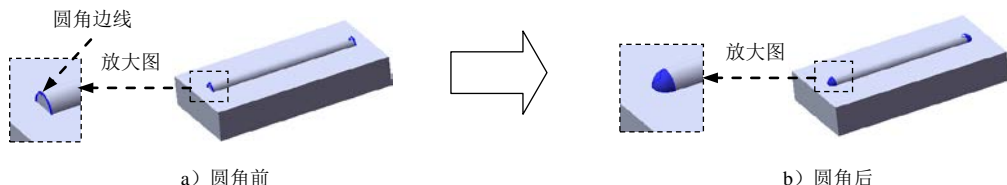

图 14.3.7 圆角 2
Step5. 创建图 14.3.7 所示的圆角 2。
(1) 选择命令。选择下拉菜单 **插入(I)** → **特征(F)** → **圆角(U)...** 命令（或单击 **圆角(U)** 按钮），系统弹出“圆角”对话框。
(2) 定义圆角类型。采用系统默认的圆角类型。